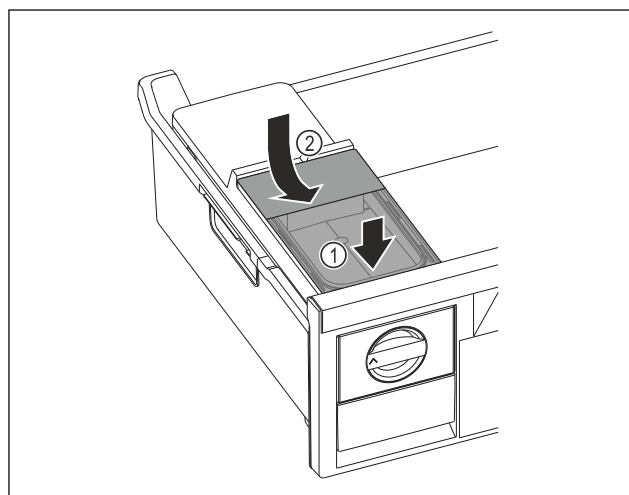

Fig. 82
- Sæt vandtanken i forfra. Fig. 82 (1)
- Sænk vandtank ned bagest. Fig. 82 (2)